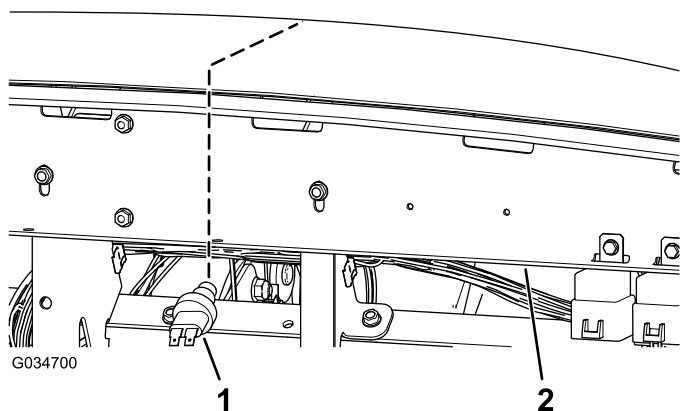

Bild 5
2. Fassen Sie unter die Armaturenbretthalterung und setzen Sie den Hupenschalter in die Öffnung ein (Bild 5).